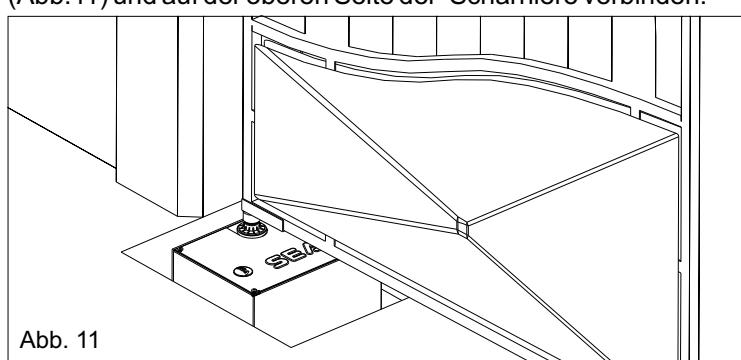

Abb. 11
3.7. Die Flügel des Tores auf das U-förmige Profil lehnen (Abb.11) und auf der oberen Seite der Scharniere verbinden.